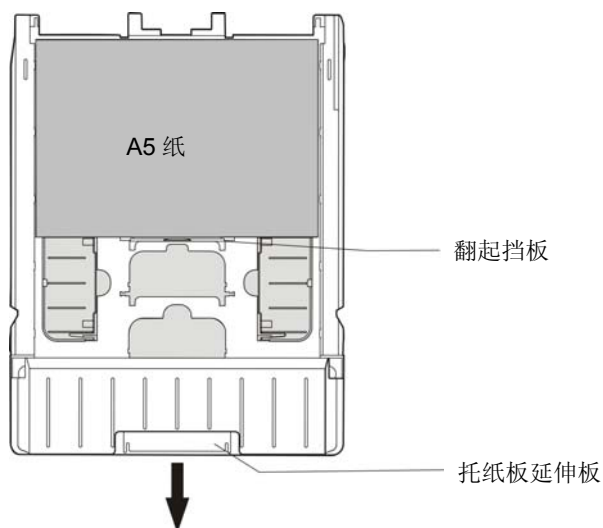

图 3-5 安装 A5 纸（横向）
- ② A5 纸先翻起挡板，再放入纸张（如图 3-5）所示；